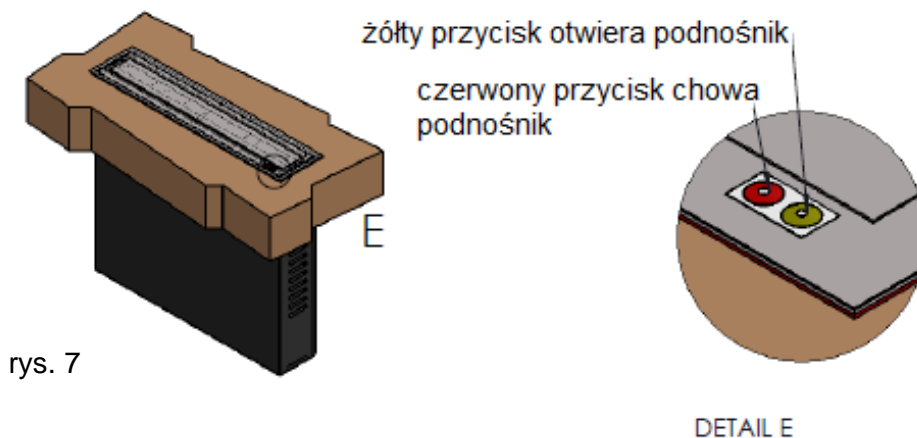

rys. 6
5. Podłącz kabel HDMI męski (w zestawie) do gniazda monitora (telewizora) oraz kabel sygnałowy HDMI z urządzenia odtwarzającego do gniazda podnośnika na dole (rys. 6).
6. Podłącz kabel zasilania (w zestawie) do monitora (telewizora) i podnośnika (rys. 6).